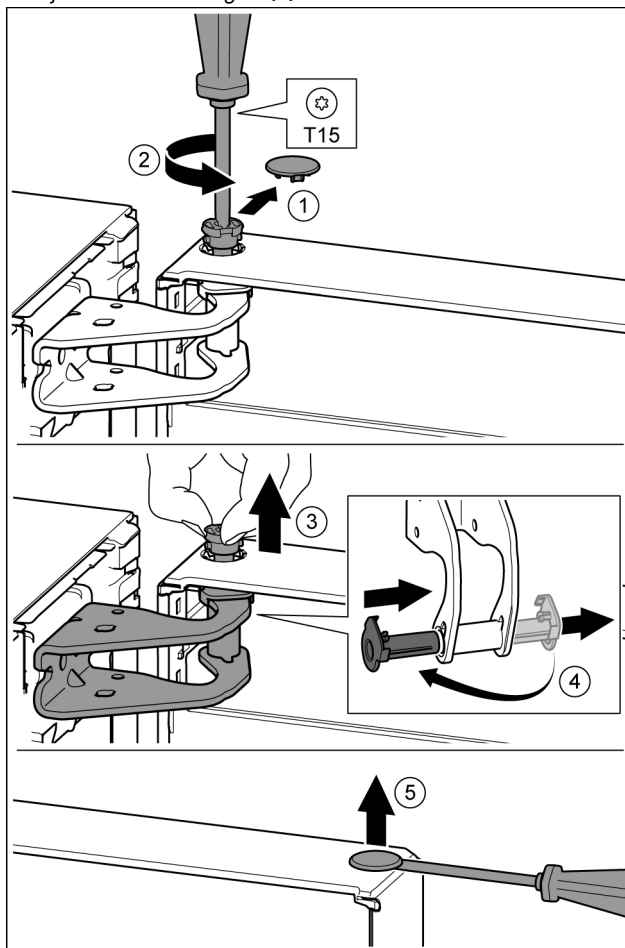

Fig. 10
- ▶ Veiligheidsafdekking voorzichtig eraf trekken. Fig. 10 (1)
- ▶ Bout met schroevendraaier T15 een stukje eruit draaien. Fig. 10 (2)
- ▶ De deur vasthouden en de bout met de vingers eruit trekken. Fig. 10 (3)
- ▶ Lagerbussen uit de geleiding trekken. Op de andere kant aanbrengen en vastklikken. Fig. 10 (4)
- ▶ Stop voorzichtig met een sleufschroevendraaier uit de lagerbus van de deur optillen en eruit trekken. Fig. 10 (5)